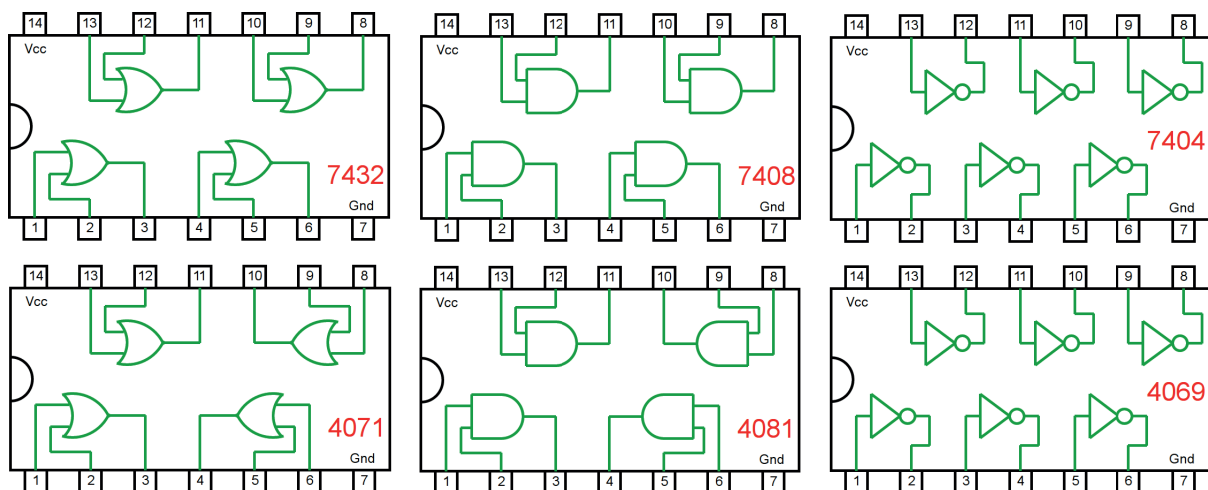

Figura 4.44 – Circuitos integrados TTL e CMOS.
- a) Coloque os circuitos integrados (TTL e/ou CMOS da figura 4.44) nas posições indicadas.
- d) Conecte os fios verdes. Os fios verdes estão conectados ao terra e portanto fornecendo valor lógico (0) às entradas de todas as portas do CI.